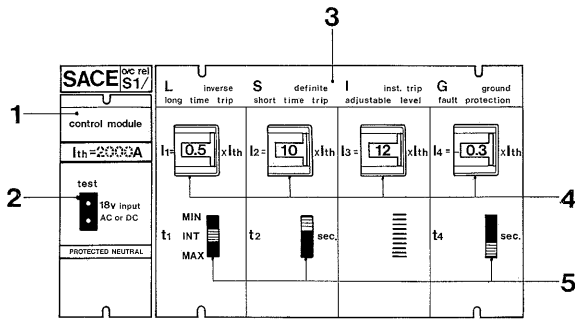
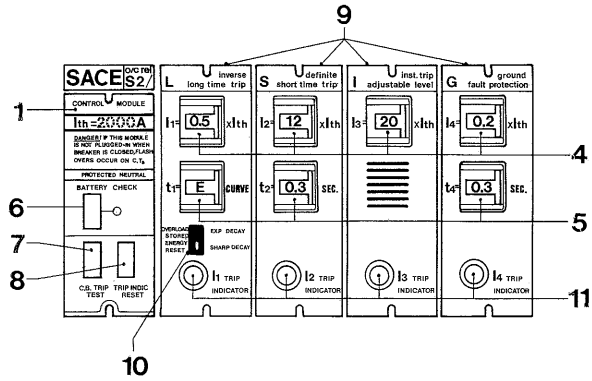
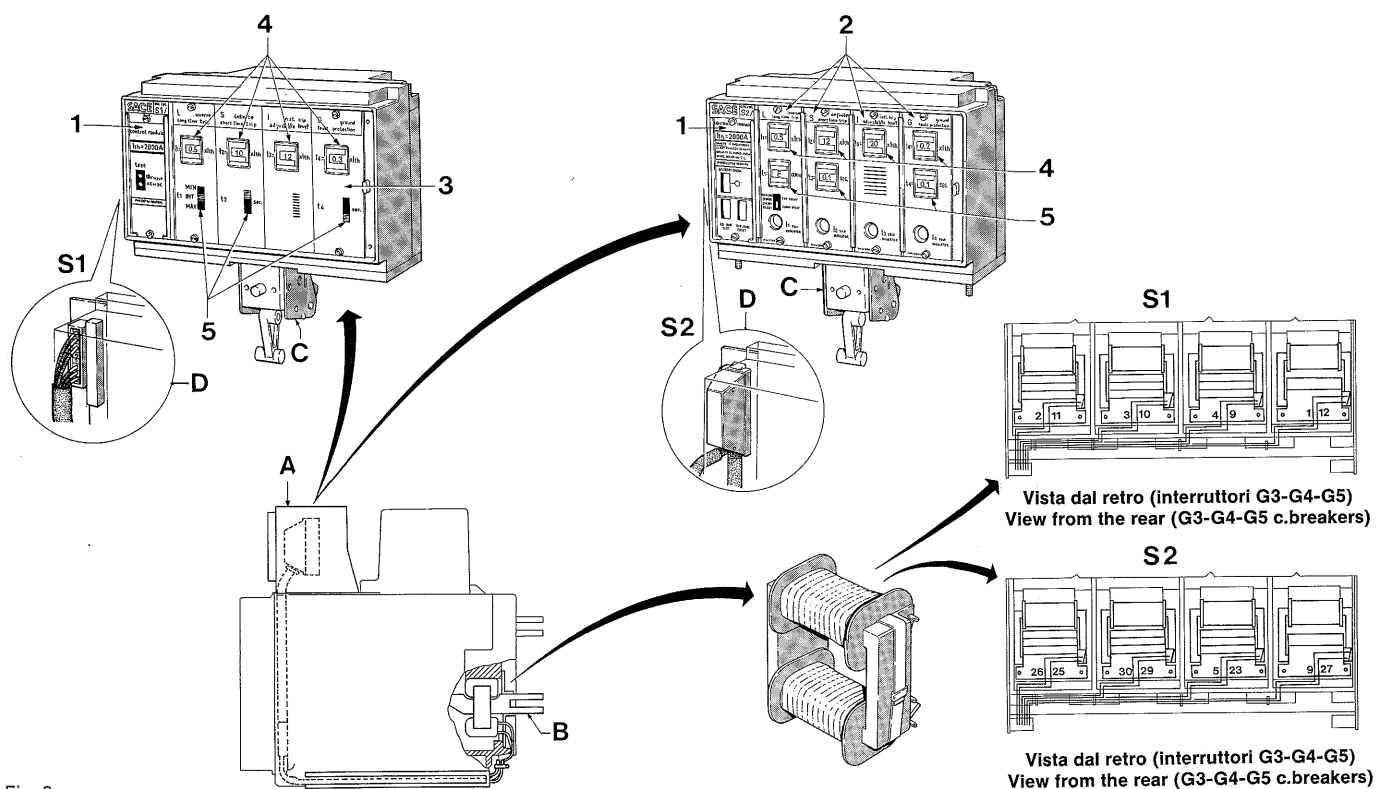

Fig. 7a (Serie - Series S1)
Fig. 7b (Serie - Series S2)
Fig. 8
- Sganciatore S1 (Fig. 7a):
- Sganciatore S2 (Fig. 7b):
Questi sganciatori (serie S1 e S2) sono adatti solo per c.a. e sono composti di due elementi [Fig. 8]:
- S1 o/c release (Fig. 7a):
- S2 o/c release (Fig. 7b):
These releases (S1 and S2 series) are suitable for a.c. only. Each of them is composed [Fig. 8] of:
- sganciatore S2: inserire i fili 25, 29, 23, 27 (quest'ultimo presente solo per esecuzione tetrapolare con neutro protetto) nel terminale maschio inferiore (contrassegnato da un cilindretto sporgente) ed i fili 26, 30, 5, 9 (quest'ultimo per il neutro) nel terminale maschio superiore. Per maggior chiarezza vedere il particolare di Fig. 8.
- S2 o/c release: plug the socket of wires 25, 29, 23, 27 (this last is present in 4-pole c.bs with protected neutral only) into the lower male miniFASTON (that is identified by a projecting small pin). Then plug the socket of wires 26, 30, 5, 9 (this last for neutral) into the upper male miniFASTON. For clarity sake see detail in Fig. 8.
2.4.2.1. Sganciatore S1 (vedi Fig. 7a e Fig. 8)
2.4.2.2. Sganciatore S2 (vedi Fig. 7b e Fig. 8)
2.4.2.1. S1 type o/c release (see Fig. 7a and Fig. 8)
2.4.2.2. S2 type o/c release (see Fig. 7b and Fig. 8)